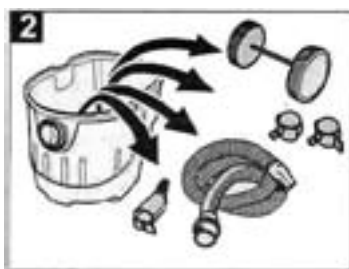

Abb. 2
- Entnehmen Sie die mitgelieferten Einzelteile (Abb. 2).